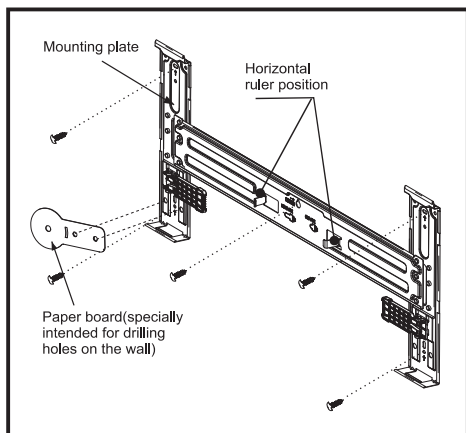

Fig. 1
- 6) Bashkujini 2 vrimat e shabllonit prej letre me 2 vrimat e pllakës së montimit siç tregohet në Fig. 1.